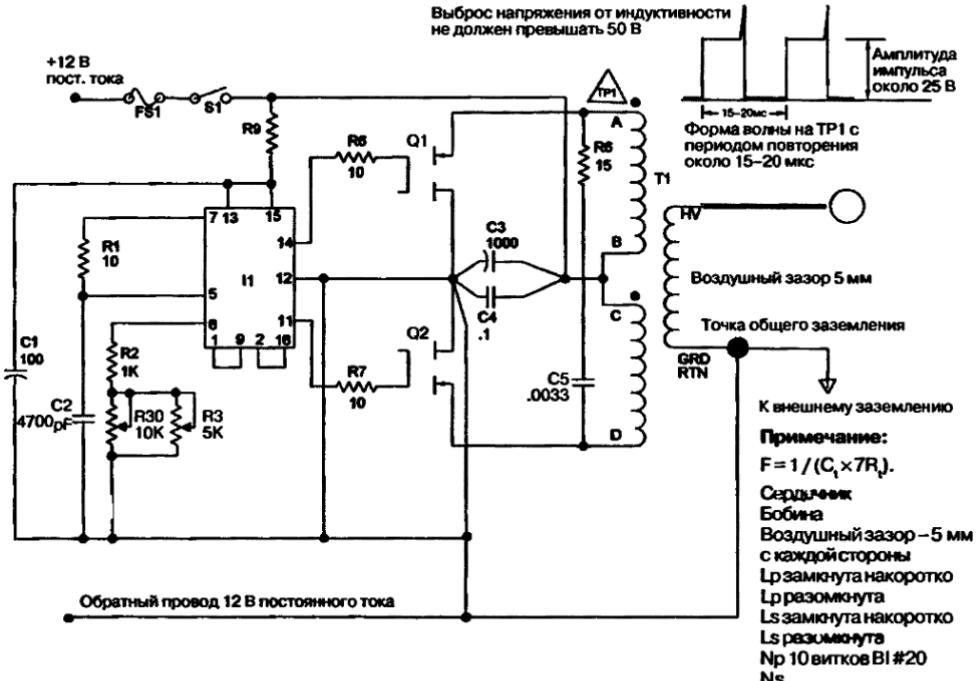

Рис. 17.2. Принципиальная схема устройства
Как показано на рис. 17.2, первичная обмотка трансформатора T1 подключена к истоковым выводам двух металлоксид-полупроводниковым полевым транзисторам n-типа (MOSFET) Q1 и Q2, соединенных в двухтактную схему. Такое подключение использует полный потенциал сердечника строчного трансформатора и уменьшает электрическую нагрузку на MOSFET, поскольку они работают в нененагруженном режиме, оставаясь холодными даже при входном токе 5–7 А. Запускающая схема II вырабатывает дополнительные выходные сигналы со смещением фазы на 180° и встроенной задержкой. Частота регулируется с помощью переменного сопротивления R30 и сопротивления регулировки диапазона R3. Регулировка резистором R3 позволяет сделать устройство универсальным – работать в широком диапазоне частот, когда нужно вывести T1 из резонансного режима, чтобы он мог быть первой ступенью умножителя напряжения и образовывал регулируемый высоковольтный источник постоянного напряжения.
- Продолжайте увеличивать R3, отметьте резкое увеличение тока (около 7 А) и реакцию на выходе. Нужно немедленно выключить устройство, поскольку в этом режиме без достаточной нагрузки (например, неоновой лампы или флуоресцентной трубы) может быть повреждена катушка. Если у вас есть осциллограф, вы можете закоротить выход T1 на землю и наблюдать тестовые формы сигналов (см. рис. 17.2). Это подтверждает правильную работу устройства. Имейте в виду, что трансформатор спроектирован таким образом, что режим переключения полевых транзисторов MOSFET может происходить даже при закороченном выходе.